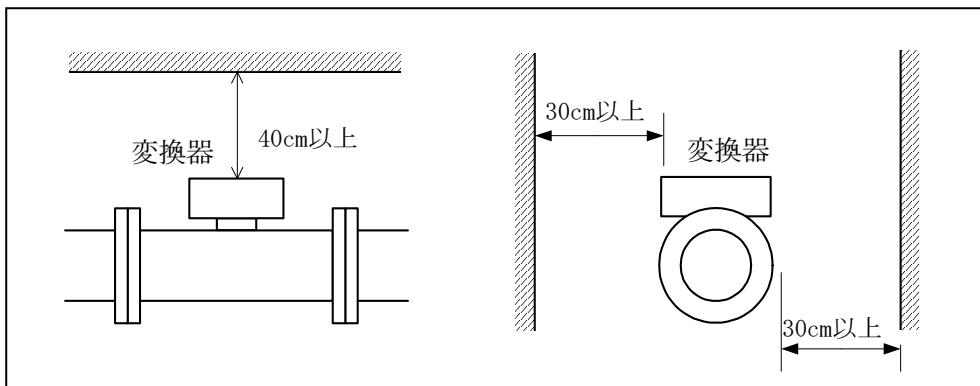

図4-1; メンテナンススペース
- (1) 流体中にダスト・ミストが含まれない場所に設置してください。
- (2) モーター、プロワ、バタフライ弁などの音響ノイズの原因となりうる機器から離して設置してください。
- (3) インバータなどの電源ノイズ発生源がある場合は、流量計の電源ラインにノイズフィルタを設置してください。
- (4) 振動の少ない場所に設置してください。
- (5) 変換器上部は40cm、検出器周囲は30cm以上のメンテナンススペースを確保してください。(図4-1)